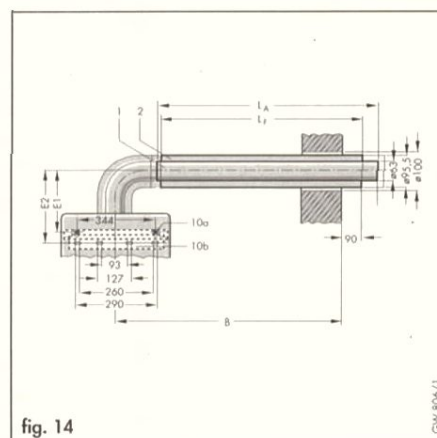

fig. 14
- Forare la parete per l'installazione del tubo di scarico fumi/aria comburente. Nei casi indicati alle figure 14, 15, 16 la foratura della parete distante dall'apparecchio deve essere realizzata con una pendenza del tubo di 1°-3° verso il basso, corrispondente a 2-5 cm per ogni metro della lunghezza del tubo.
- Tagliare il tubo di scarico (1) e il tubo dell'aria comburente (2) alla lunghezza necessaria ed eliminare le sbavature (attenzione all'inclinazione!).
(senza prolunga) (fig. 14)